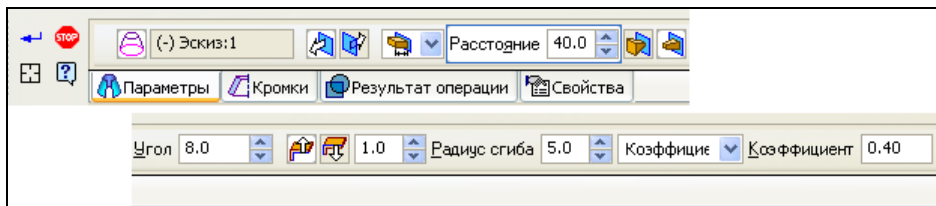
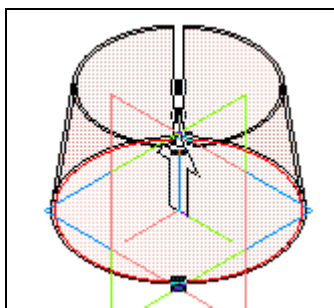

Рис. 4.45. Панель свойств **Обечайка** с открытой вкладкой **Параметры**
Рис. 4.47. Модель Обечайка в режиме редактирования
- ♦ вызовите команду **Обечайка**  из панели инструментов **Элементы листового тела**. Система построила фантом обечайки (рис. 4.47). На Панели свойств **Обечайка** четыре вкладки: **Параметры**, **Кромки**, **Результат операции** и **Свойства**. Зададим параметры на вкладке **Параметры** (см. рис. 4.45):
- ◆ для создания модели обечайки нажмите кнопку **Создать объект** . В Дереве модели появится пиктограмма операции. На рис. 4.47 представлена модель обечайка в режиме редактирования и хорошо видны Узлы (характерные точки).